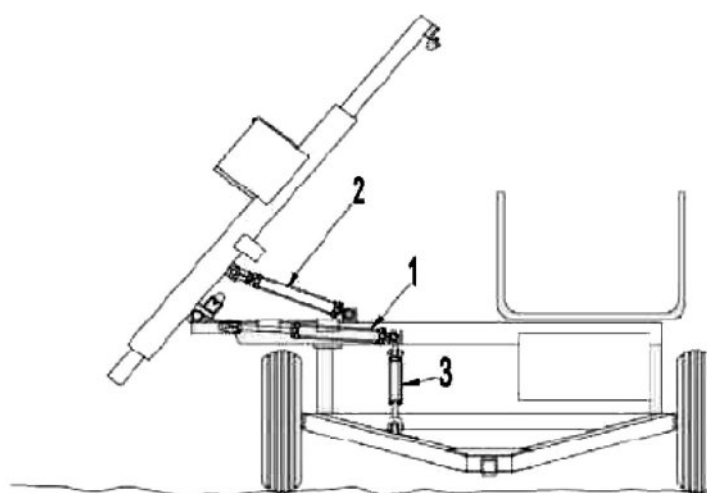

Рисунок 13
- 2) Переместить молот, втянув горизонтальную направляющую 1 (рисунок 13);